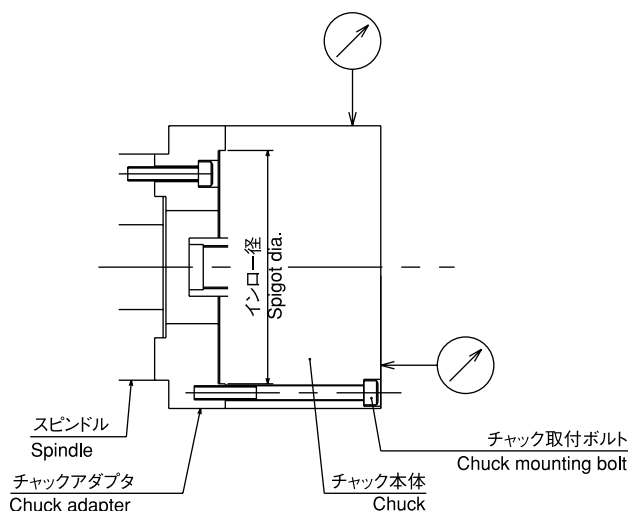

図2 Fig.2
- ① 作業前に必ず機械の主電源を切ってください。
- ② スピンドルにチャックアダプタを取り付けてください。
- ③ チャック取付ボルトにて、KPCチャックを取り付けてください。
- ④ 図2のように、スピンドルを手で回し、外周および面振れが0.01以下であることを確認してください。
4. As shown Fig.2, rotate the spindle by hand to check that the run-out of the chuck is 0.01 or less.